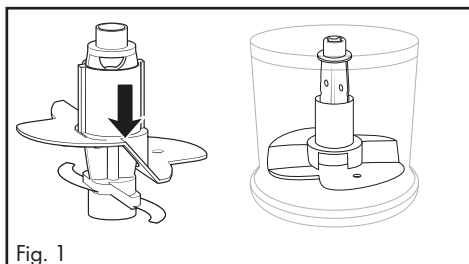

Fig. 1
- Per 100 ml di panna infilarla sul portalame **6** in modo tale che la frusta **11** poggi su entrambe le lame **8** e si innesti in posizione (Fig. 1):